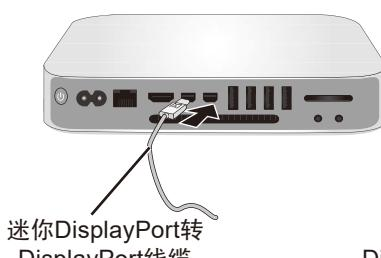

图 A.3
- 对于具有 **Thunderbolt** 或迷你 **DisplayPort** 输出的 **MAC** 或 **PC**：将迷你 DisplayPort 转 DisplayPort 线缆连接到系统的视频输出接口。（图 A.3）。